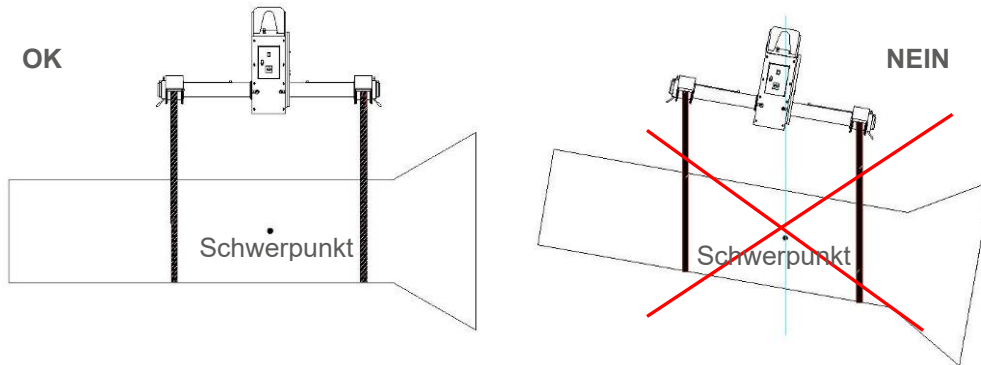

Bild 1
- Die Lage der Gurte der Länge der gehobenen Last entsprechend regulieren, (sieh Bild 1 weiter unten).